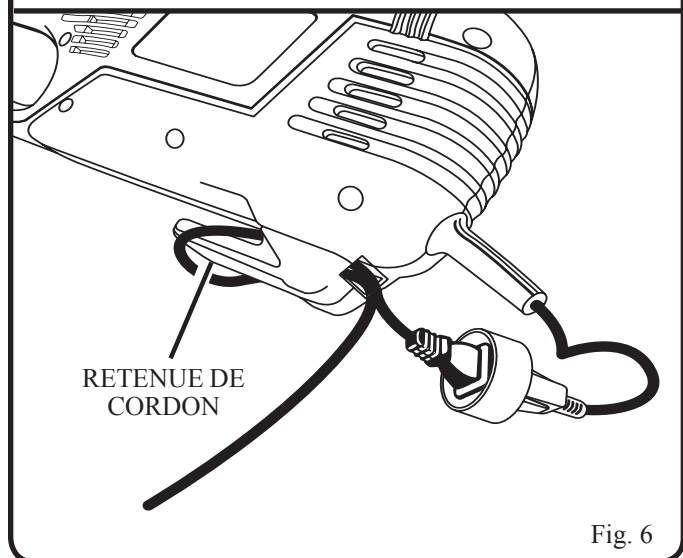

Fig. 6
- Tirer la boucle du cordon autour de la languette et tirer fermement. Voir la figure 6.
- Brancher le cordon prolongateur pour sur la prise du taille-bordures. Voir la figure 6.